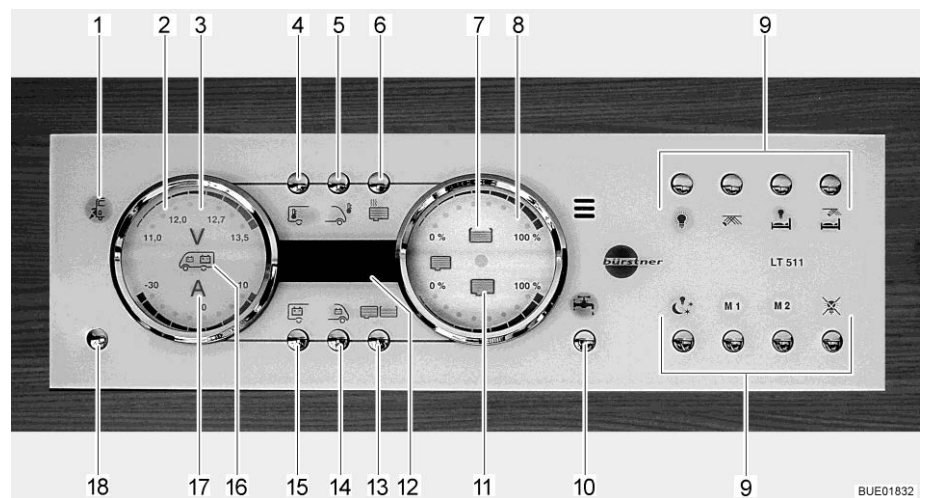

Fig. 140 Pannello di controllo LT 511
La spia di controllo a 230 V (Fig. 140,1) si accende quando all'ingresso della centralina elettrica è presente una tensione di rete.
L'interruttore principale a 12 V (Fig. 140,18) inserisce o disinserisce il pannello di controllo e l'alimentazione a 12 V dell'abitacolo.
Accensione: Premere brevemente il tasto dell'alimentazione a 12 V (Fig. 140,18). L'alimentazione a 12 V dell'abitacolo è inserita. L'indicatore di controllo "12 V" si accende.
- ▷ Se dopo l'accensione il LED "11,0" dell'indicazione dei Volt nonché il simbolo dei Volt "V" (Fig. 140,3) nell'indicatore delle batterie (Fig. 140,2) lampeggiano, significa che la tensione della batteria dell'abitacolo è insufficiente. Caricare la batteria.
- ▷ Se dopo l'accensione l'indicatore di controllo "12 V" e il simbolo dei Volt "V" (Fig. 140,3) lampeggiano tre volte, significa che la separazione della batteria è attivata. Disattivare la separazione della batteria.
Spegnimento: ■ Premere brevemente il tasto dell'alimentazione a 12 V (Fig. 140,18). L'alimentazione a 12 V dell'abitacolo è disinserita. L'indicatore di controllo "Alimentazione a 12 V" si spegne.
■ Premere il tasto della batteria dell'abitacolo (Fig. 140,15) e tenerlo premuto per ca. 10 secondi. Il simbolo dei Volt "V" (Fig. 140,3) e l'indicatore di controllo "12 V" lampeggiano tre volte. La batteria dell'abitacolo è separata dalla rete di bordo da 12 V.
Disattivazione della separazione della batteria (centralina elettrica senza interruttore staccabatteria): ■ Premere il tasto "Alimentazione a 12 V" (Fig. 140,18) e tenerlo premuto per ca. 5 secondi. Il simbolo dei Volt "V" (Fig. 140,3) e l'indicatore di controllo "12 V" lampeggiano tre volte. La batteria dell'abitacolo è collegata alla rete di bordo a 12 V. L'indicatore di controllo si accende dopo ca. 5 secondi.
- Premere il tasto della batteria dell'abitacolo (Fig. 140,15). Il simbolo dei Volt "V" (Fig. 140,3) si accende. Il simbolo degli Ampere "A" (Fig. 140,17) diventa bianco o rosso a seconda del caricamento o dello scaricamento. La tensione della batteria e la corrente della batteria dell'abitacolo vengono indicate attraverso i LED nell'indicatore.
- Premere il tasto della batteria di avviamento (Fig. 140,14). Il simbolo dei Volt "V" (Fig. 140,3) si accende. La tensione della batteria della batteria di avviamento viene indicata attraverso i LED nell'indicatore.
Indicazione: ■ Premere il tasto dei serbatoi (Fig. 140,13). I simboli del serbatoio dell'acqua (Fig. 140,7) e del serbatoio delle acque grigie (Fig. 140,11) si accendono. I livelli di riempimento del serbatoio dell'acqua (scala superiore) e del serbatoio delle acque grigie (scala inferiore) sono indicati dai LED nell'indicatore.
Il simbolo del serbatoio dell'acqua (Fig. 140,7) o il simbolo del serbatoio delle acque grigie (Fig. 140,11) lampeggia se il serbatoio dell'acqua è vuoto o il serbatoio delle acque grigie è pieno.
Attraverso l'indicatore digitale (Fig. 140,12) è possibile visualizzare la temperatura interna e la temperatura esterna.
- Premere il tasto della temperatura interna (Fig. 140,4). Viene indicata la temperatura interna.
- Premere il tasto della temperatura esterna (Fig. 140,5). Viene indicata la temperatura esterna.
Con il tasto della pompa dell'acqua (Fig. 140,10) è possibile accendere e spegnere la pompa dell'acqua.
- Premere il tasto della pompa dell'acqua (Fig. 140,10). Il simbolo si accende.